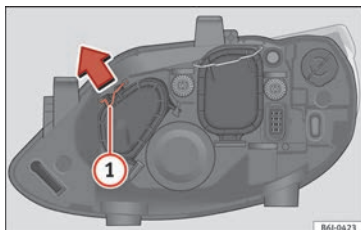

Fig. 180 Luz de posición.
- Desplace el tirante (1) en el sentido de la flecha y saque la tapa » fig. 180.